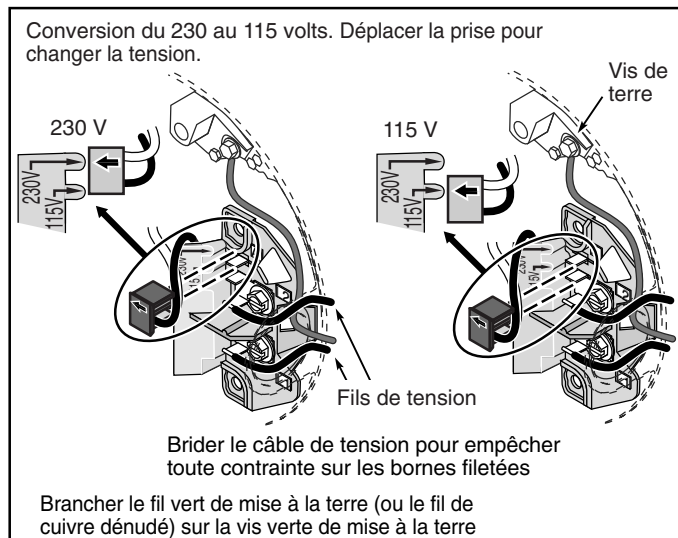

Figure 5 : Connexions du câblage électrique d'un moteur à cosse enfichable.
Conversion au 115 volts d'un moteur à cosse enfichable câblé pour fonctionner sur le 230 volts (se reporter aux Figures 5 et 6).
3. Brancher tout d'abord le fil de mise à la terre vert (ou un fil de cuivre nu) sur la vis de mise à la terre verte. (Se reporter aux Figures 5 et 6.) Utiliser un fil de cuivre massif dont le diamètre sera au moins aussi gros que celui des fils d'alimentation en courant.
4. Tirer bien droit sur la fiche pour la débrancher de la douille « 230 volts » de la plaquette à bornes. (Se reporter aux Figures 5 et 6.)
1. Brancher tout d'abord le fil de mise à la terre du circuit électrique, puis le fil de mise à la terre du moteur sur la borne de mise à la terre verte qui se trouve sous le couvercle du moteur (se reporter à la Figure 5) et identifiée par les lettres « GRD ». Procéder à la mise à la terre sur cette borne. **Ne pas** brancher le moteur sur le courant électrique tant que la pompe n'a pas été mise en permanence à la terre, sinon on risque de subir de graves secousses électriques, voire d'être mortellement électrocuté.